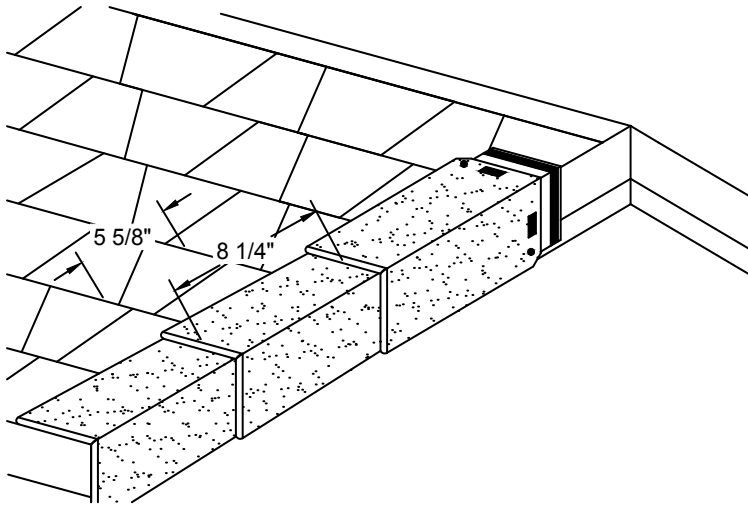

Figura 28 - Instalación de las tejas EZ-Ridge® en los bordes de faldón del techo
3. Nota: La instalación con clavos expuestos puede afectar el atractivo estético de las tejas EZ-Ridge® (**vea la Figura 28**).